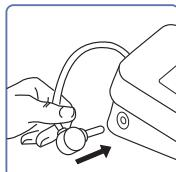

Abb. 1
- Stecken Sie den Luftschlauch in den Anschluss (Abb. 1).